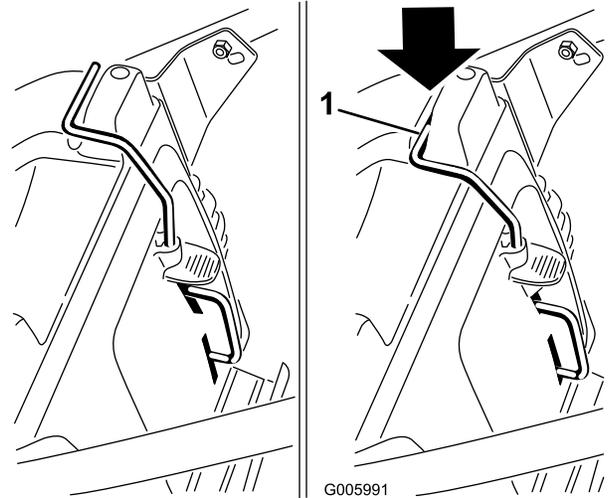

Figure 21
1. Montez l'obturateur de mulching (Figure 21) ou le bac à herbe (Figure 22) sur la tondeuse.